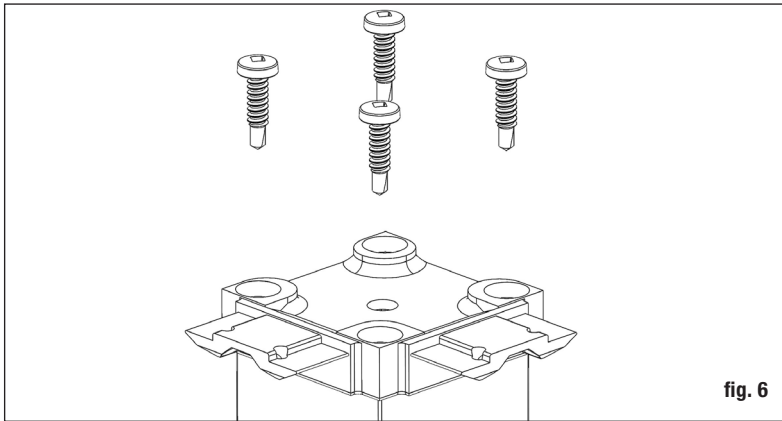

fig. 6
Paso 5 Asegure la base del riel superior continuo a la parte superior del poste con los tornillos de la base provistos (fig. 6) *Nota: Si se deja un poco flojo, puede hacer ajustes menores para corregir los problemas de nivel del riel más adelante.*